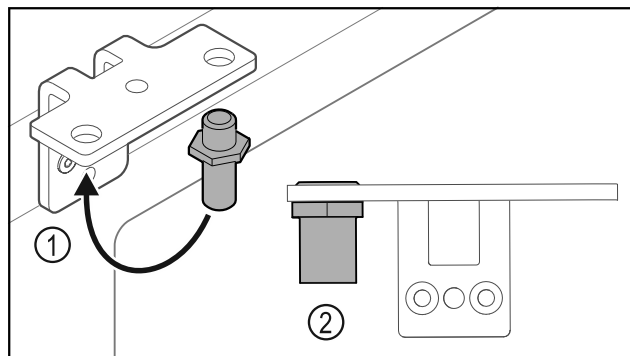

Fig. 27
- ▶ Переставьте палец Fig. 27 (1) в шарнирном уголке.
- ▶ Затяните палец Fig. 27 (2) с **моментом 12 Нм**.